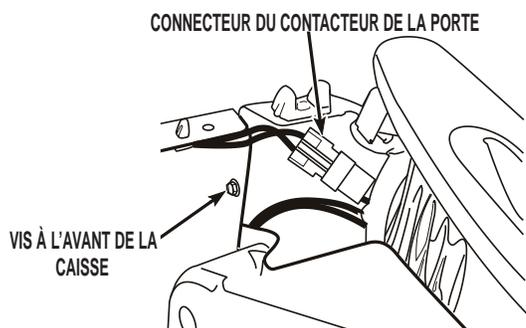

FIGURE 2
5. Ôter les deux (2) vis à tête hexagonale à l'avant de la caisse. Consulter la *Figure 2*.
6. Débrancher le connecteur du contacteur de la porte du connecteur du câblage. Consulter la *Figure 2*.